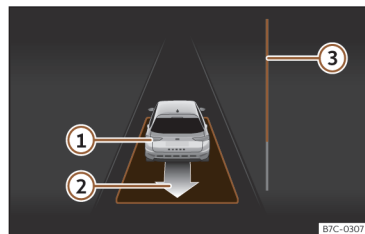

Fig. 175 No ecrã do painel de instrumentos: sair do estacionamento de um lugar em linha.
• Retroceda até soar o sinal contínuo do ParkPilot; **OU**: faça marcha-atrás até aparecer a indicação de fazer marcha à frente no ecrã do painel de instrumentos. A barra de progresso » **Fig. 175** **③** indica a distância a percorrer » **Página 276** .